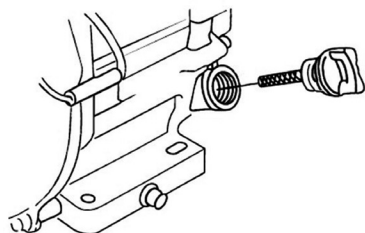

Рис. 8. Крышка-щуп маслозаливной горловины
2. Открутите крышку-щуп маслозаливной горловины и извлеките щуп (Рис. 8).
2. Выкрутите крышку-щуп маслозаливной горловины и извлеките щуп (Рис. 8).